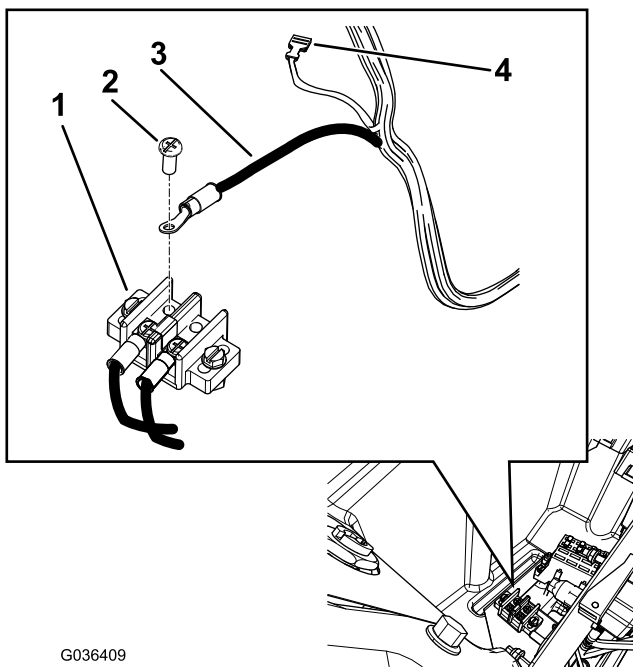

Bild 29
- B. Schließen Sie das schwarze Kabel am Erdungsblock an (**Bild 29**).